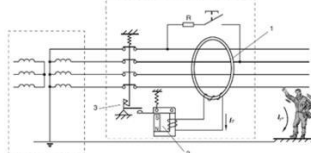

Рисунок 1. Принцип действия выключателя дифференциального тока.
Принцип действия поясняется на Рисунок 1. В нормальном режиме работы при отсутствии тока утечки по проводникам защищаемой цепи протекают рабочие токи через трансформатор тока (далее – ТТ) (1). Эти токи наводят в магнитном сердечнике ТТ равные, но векторно встречно-направленные магнитные потоки. Результирующий магнитный поток равен нулю. Вся система находится в состоянии покоя.